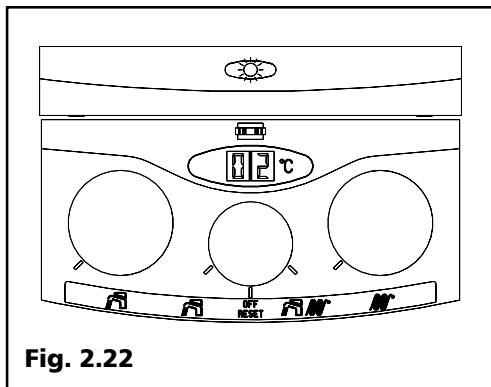

Fig. 2.22
2.16 Termostato limite (Fig. 2.22)